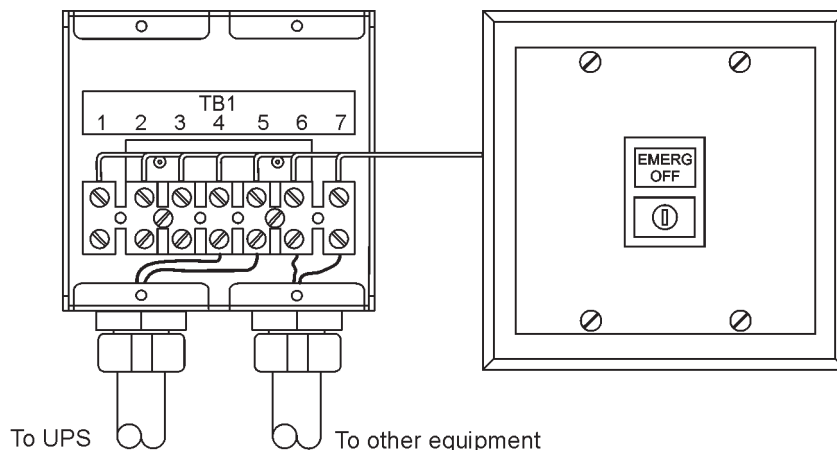

Рис. 4-12. Удаленный выключатель EPO
Удаленный выключатель EPO используется при аварийных ситуациях для дистанционного выключения ИБП и питания критической нагрузки. Рис. 4-12 показывает удаленный выключатель EPO
15. Если необходимо, подключите проводку удаленного выключателя EPO к выключающей цепи защитных устройств. Нормально-разомкнутый (НР) контакт находится между клеммами 6 и 7 удаленного выключателя EPO (где применимо), как показано на Рис. 4-12. Проводка удаленного выключателя EPO должна подключаться согласно электротехническим правилам и нормам.